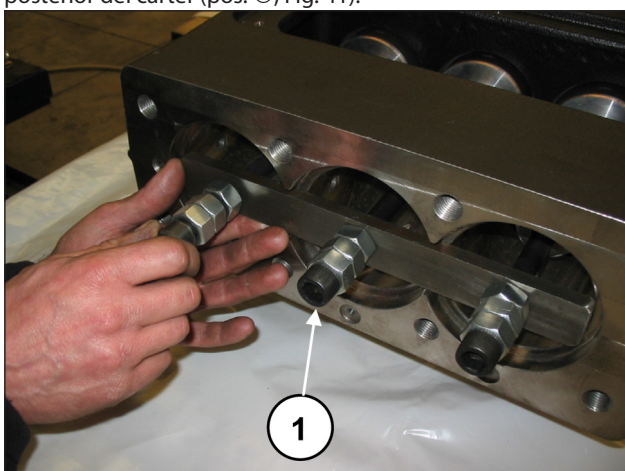
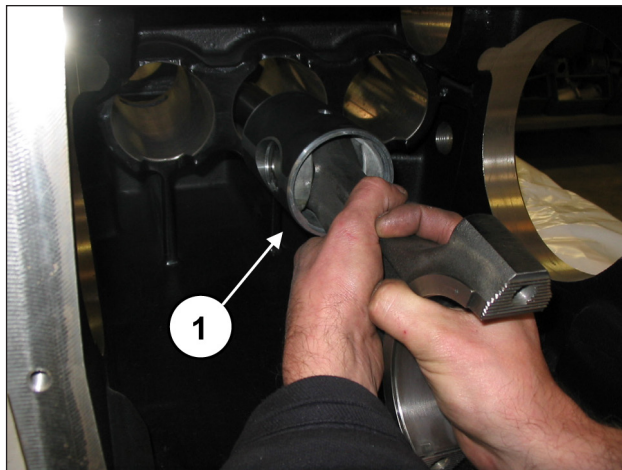

Fig. 40
Fig. 41
Aflojar los tornillos de la herramienta cód. 27566200 para desbloquear las bielas (pos. ①, Fig. 40) y, a continuación, extraer los grupos biela-guía del pistón por la abertura posterior del cárter (pos. ①, Fig. 41).
Comprobar que el cárter esté limpio e introducir el grupo semibiela-guía pistón dentro de las levas del cárter (pos. ①, Fig. 41).
Bloquear los tres grupos con la herramienta cód. 27566200, (pos. ①, Fig. 40).
Desmontar la herramienta que bloquea las bielas cód. 27566200, (pos. ①, Fig. 40) y deslizar las bielas hacia atrás hasta que hagan tope en el eje acodado.